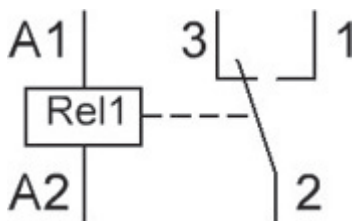

Рис. 12.1. Схема подключения реле к Arduino (n-канальное управление)
Реле – это электрически управляемый, механический переключатель, имеет две отдельные цепи: цепь управления, представленная контактами (A1, A2), и управляемая цепь, контакты 1, 2, 3 (см. рис. 12.1). Цепи никак не связаны между собой. Между контактами A1 и A2 установлен металлический сердечник, при протекании тока по которому к нему притягивается подвижный якорь (2). Контакты же 1 и 3 неподвижны. Стоит отметить, что якорь подпружинен, и пока мы не пропустим ток через сердечник, якорь будет прижатым к контакту 3. При подаче тока, как уже говорилось, сердечник превращается в электромагнит и притягивается к контакту 1. При обесточивании пружина снова возвращает якорь к контакту 3.